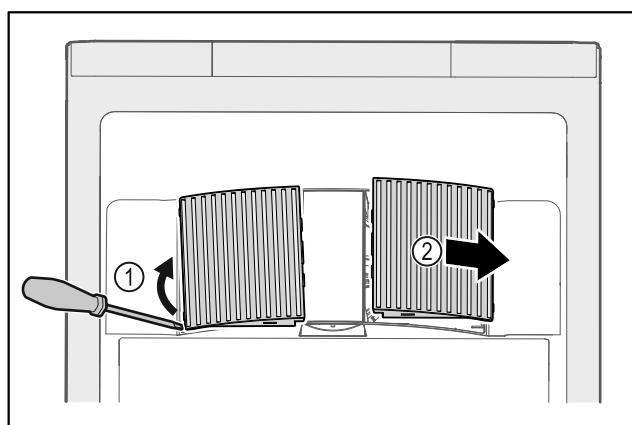

Fig. 199
- ▶ Внимателно повдигнете капациите на вентилаторите отстрани Fig. 199 (1) и ги свалете напред Fig. 199 (2).